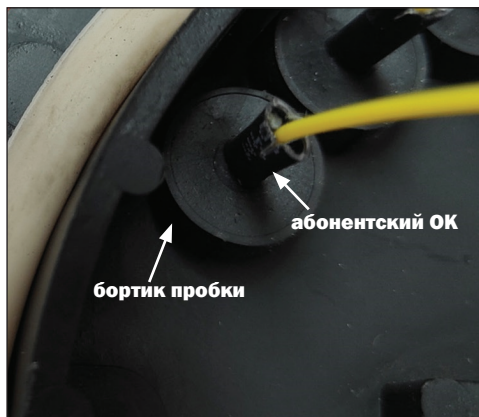

Рисунок 19
10.6 Осторожно, придерживая монтируемый абонентский ОК установить пробку на штатное место в оголовнике муфты и вытянуть (в сторону абонента) пробку за «хвостовик» до упора бортика пробки в стенку оголовника муфты (рисунок 19).